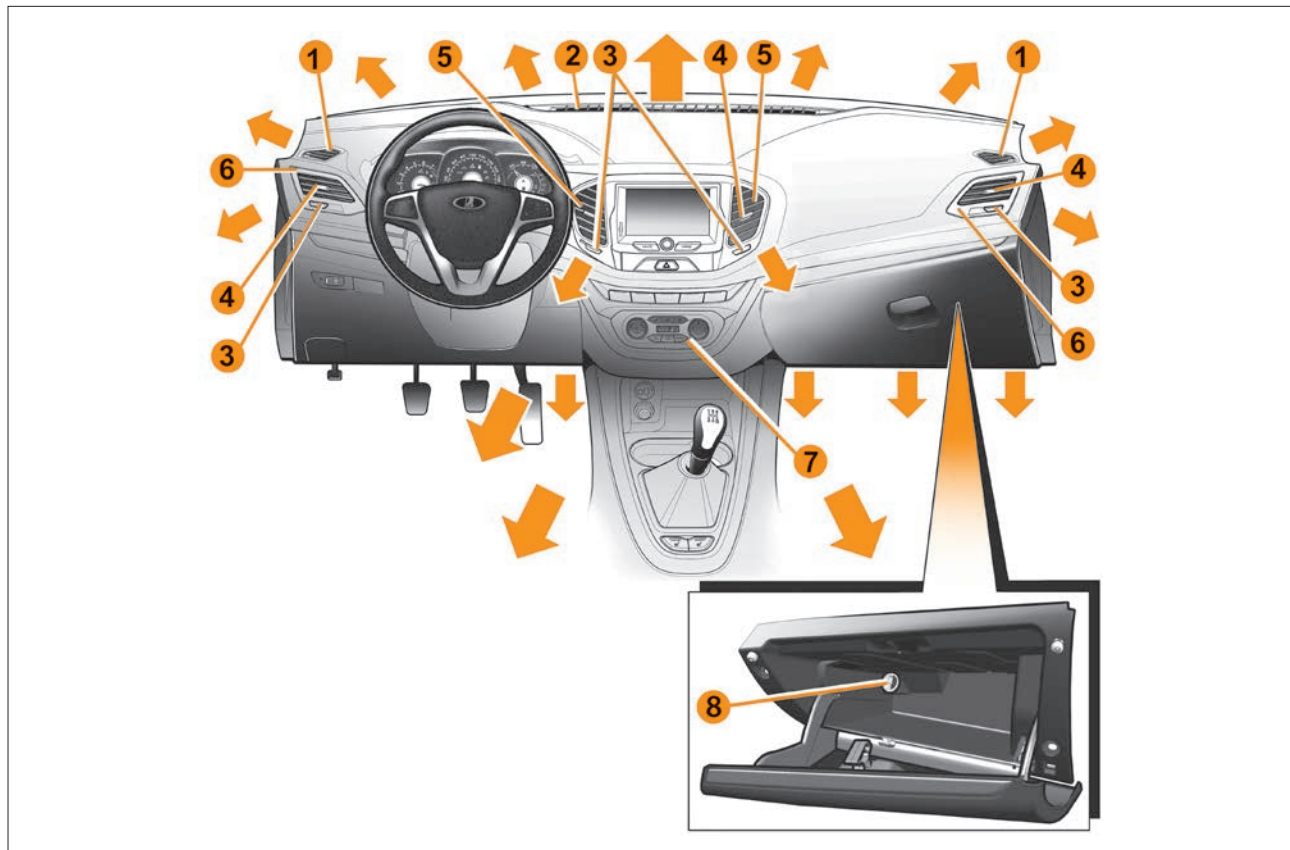

Рис. 3. Органы управления системой вентиляции и отопления салона
- 1** – сопла обдува (обогрева) боковых стекол (рис. 3);
- 8** – поворотная заслонка воздуховода охлаждения вещевого ящика (рис. 3). Функция охлаждения доступна в автомобилях с климатической системой «Комфорт» и «Люкс». Для охлаждения ящика необходимо установить поворотную заслонку, расположенную в дальнем верхнем углу ящика сверху, в положение «Открыто»;
В тёплое время года рекомендуется направлять воздух в регулируемые сопла **5** и **6** (см. рис. 3) на панели приборов для лучшей вентиляции салона. Установите среднюю или максимальную скорость воздушного потока для эффективного удаления избытков тепла из салона. Нажмите кнопку , установите комфортное направление потока воздуха из сопел с помощью рукоятки регулировки **4**. Установите минимальную температуру поступающего воздуха, при необходимости отрегулируйте температуру.